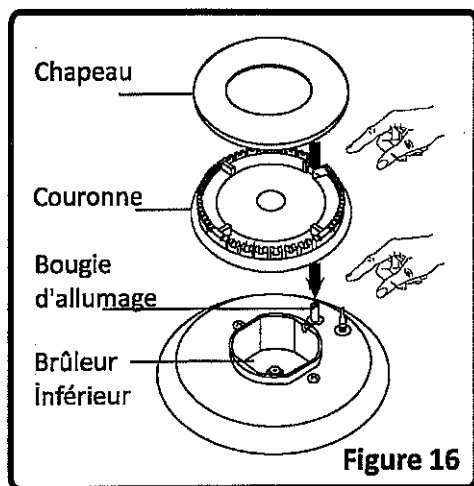

Figure 16
Après l'allumage, procédez à une vérification visuelle des flammes. Si vous voyez une pointe jaune, des flammes suspendues ou instables, fermez le robinet à gaz, et vérifiez si les chapeaux couronnes sont bien positionnés (fig.16).
- Enlevez les grilles émaillées, les chapeaux de brûleurs et les brûleurs supérieurs (Figure 16).